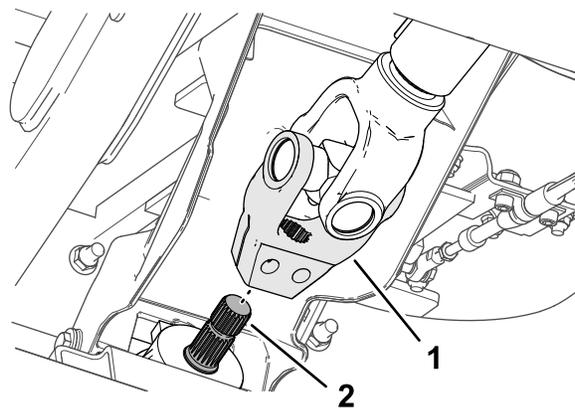

**Рисунок 15**
- Удерживая ведущий вал, отверните колпачковый винт и контргайку, которые крепят вилку ведущего вала к монтажному кронштейну клапана рулевого управления (Рисунок 15), и осторожно опустите ведущий вал.